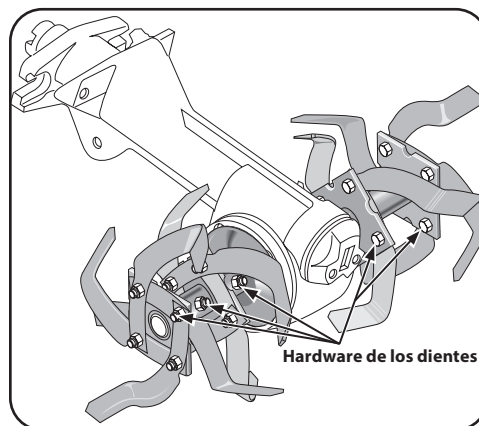

Figura 5-4
- Controle los cuatro pernos y las tuercas que sujetan los soportes de dientes izquierdo y derecho al eje de los dientes. Consulte la Figura 5-4.